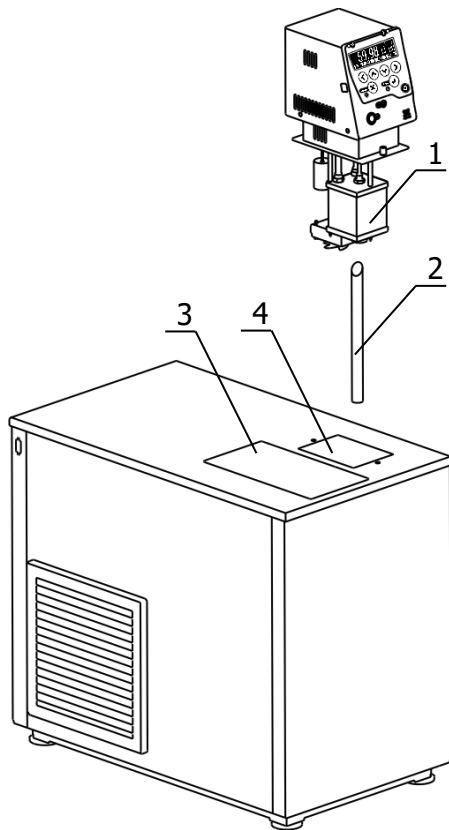
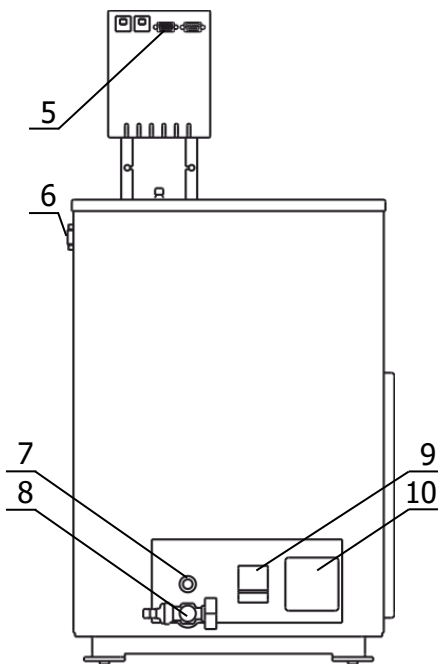

Рисунок 2 — Установка блока регулирования
Рисунок 3 — Задняя панель термостата
2.2.3 Вставить выходную трубку 2 (рисунок 2) в соединительное отверстие на дне основной ванны 4 козым срезом вверх, как показано на рисунке 2.
2.2.5 К переливному штуцеру 7 (рисунок 3) присоединить гибкий шланг, второй конец которого опустить в емкость для сбора излишков теплоносителя объемом 1.5–2 литра.
2.2.6 Заполнить ванну термостата теплоносителем через отверстие над рабочей ванной 3 (рисунок 2) до момента начала слива теплоносителя из переливного штуцера 7 (рисунок 3). Температурный диапазон применения теплоносителя должен соответствовать значениям, указанным в 1.2.6.
2.2.7 Вставить вилку сетевого кабеля блока регулирования в розетку 10 (рисунок 3). Соединить кабелем из комплекта поставки блок регулирования (разъем 5) и холодильную машину (разъем 6). Сетевой кабель термостата подключить к питающей сети. Для этого в лабораторном помещении должна быть установлена электрическая розетка из комплекта поставки термостата.
Причина отсутствия перелива — неправильная работа насоса, вызванная воздушной пробкой, образовавшейся в резервуаре 1 (рисунок 2). Для ее устранения необходимо:
2.4.2 Надеть сливной шланг из комплекта поставки на сливной кран 8 (рисунок 3) и закрепить его хомутом. Свободный конец шланга опустить в емкость для сбора теплоносителя объемом, превышающим объем термостата.